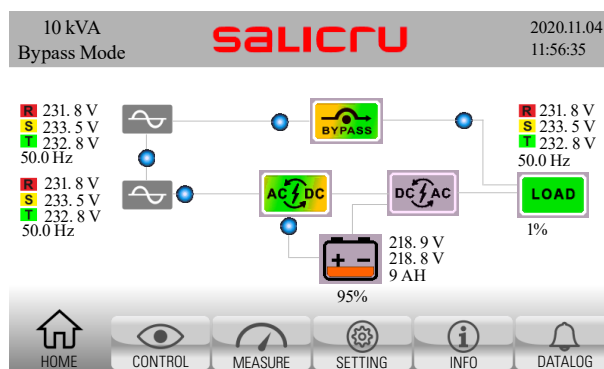

Fig. 57. Écran principal en mode bypass. Le flux d'énergie passe de l'entrée de bypass à la sortie directement, à travers l'interrupteur statique de bypass.
2. Les charges sont alors alimentées directement depuis la ligne de bypass statique. Vérifier que le synoptique de l'équipement correspond à celui de la Fig. 57 (équipement en mode bypass).
11. L'alarme <3A> maintain is open (Contact bypass de maintenance ouvert) disparaît. Vérifier que le synoptique de l'équipement correspond à celui de la Fig. 57 (équipement en mode bypass).
- b. L'onduleur passe automatiquement du mode attente au mode bypass, les charges sont alors alimentées directement depuis la ligne de bypass statique. Vérifier que l'alarme <OB> EPO active (EPO activé) disparaît. Vérifier également que le synoptique de l'équipement correspond à celui de la Fig. 57 (équipement en mode bypass).